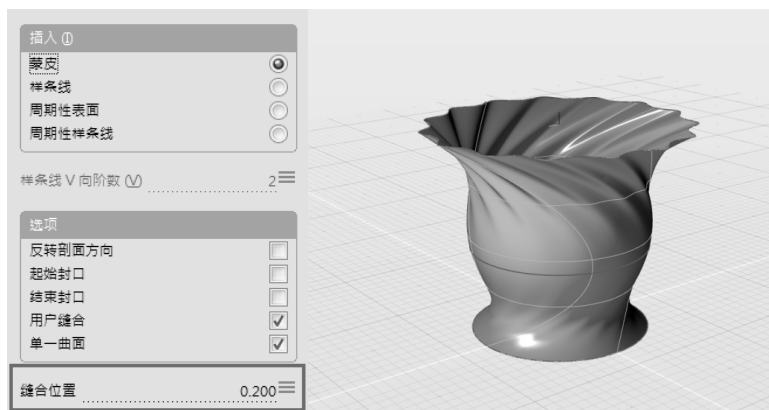

图 4-66 调整一条控制截面的缝合位置(左)以获得结果(右)
3) 保持曲面处于选中状态, 切换到“编辑参数”模式, 选中曲面中间的一条控制截面, 更改“缝合位置”参数为“0.2”, 获得结果如图 4-66 所示。